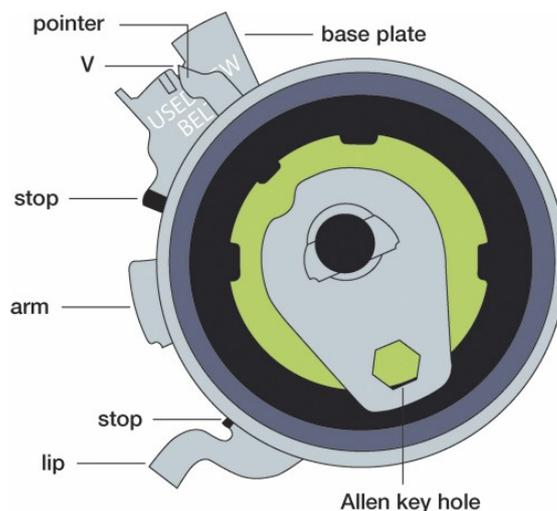

Bild 1
6. Neue Spannrolle montieren; dabei den Positionierungshaken in die Aussparung am Ölpumpengehäuse bringen. Spannrolle leicht anziehen. Der Innensechskant am Einstell- Excenter sollte sich nahe der 7-Uhr Position befinden (Bild 1).